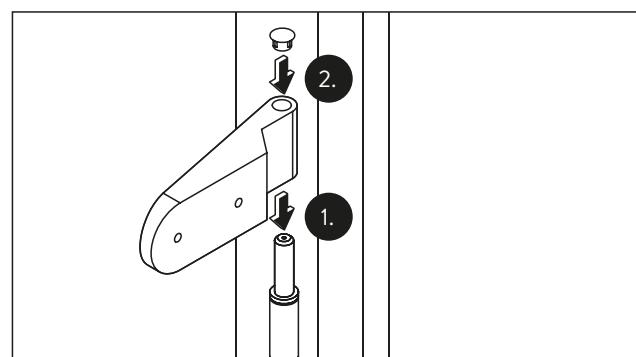

Abb. 8 Türbänder montieren
- Die Türbänder auf die Rahmenteile stecken (Abb. 8).
- Die Kappen aufstecken (Abb. 8).